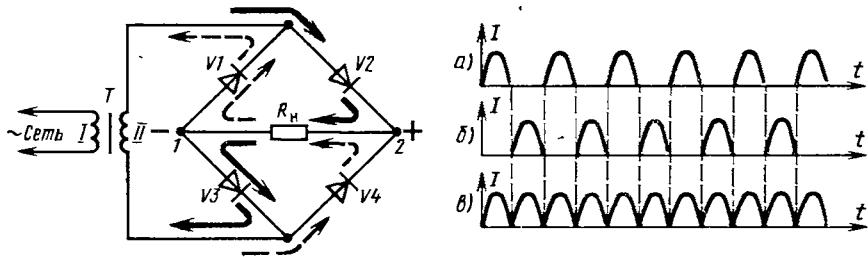

Рис. 78. Двухполупериодный выпрямитель с сетевым трансформатором
Оба эти недостатка устранены в выпрямителе с трансформатором (рис. 78). Здесь выпрямляется не напряжение электросети, а напряжение вторичной (II) обмотки сетевого трансформатора T. Поскольку эта обмотка изолирована от первичной сетевой обмотки I, радиоконструкция не имеет контакта с сетью и к ней можно подключать заземление.
В выпрямителе на рис. 78 четыре диода, включенные по так называемой мостовой схеме. Диоды являются плечами выпрямительного моста. Нагрузка  $R_h$  включена в диагональ 1–2 моста. В таком выпрямителе в течение каждого полупериода работают поочередно два диода противоположных плеч моста, включенных между собой последовательно, но встречно по отношению ко второй паре диодов. Следи вниматель-